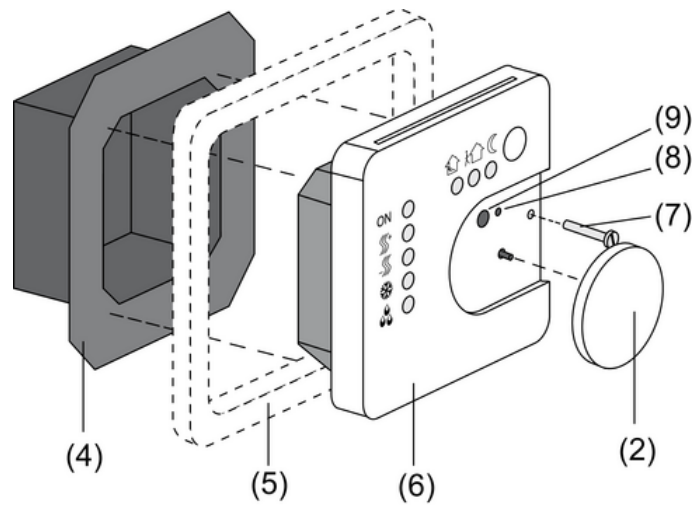
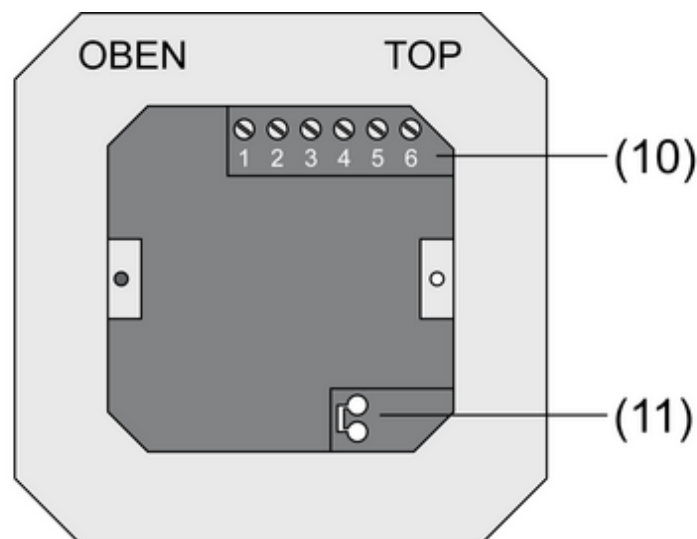
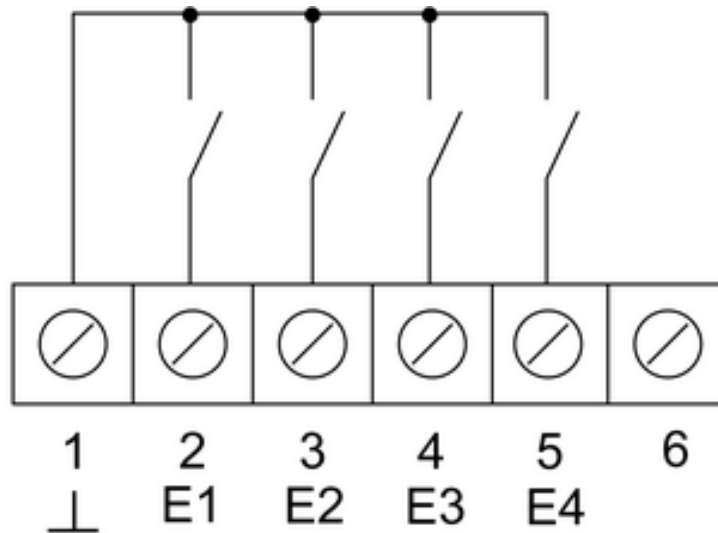
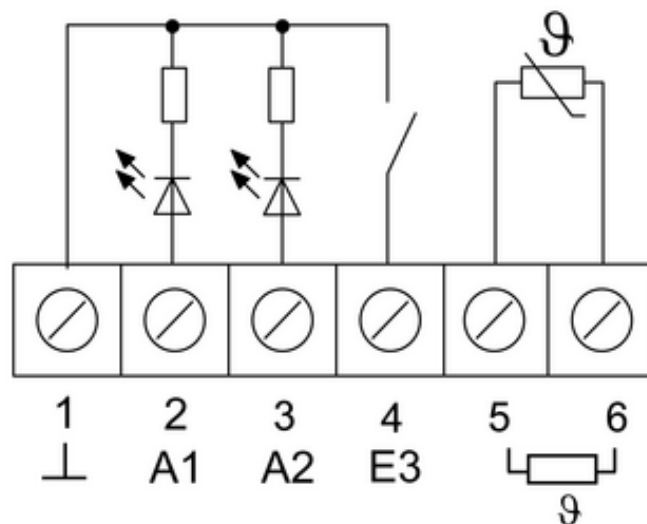

Bild 2
Bild 3
Bild 4
Bild 5
- (4) Klemmen-Einsatz
- (5) Design-Rahmen
- (6) Elektronik-Aufsatz
- (7) Sicherungsschraube
- (8) Programmier-LED
- (9) Programmier-Taste
- Klemmen-Einsatz (4) und Elektronik-Aufsatz (6) voneinander trennen (Bild 2).
- Busleitung an die Anschlussklemme (11) im Klemmen-Einsatz einstecken (Bild 3).
- Binäreingänge **E1...E4**: Fensterkontakte, Schließer- oder Öffner-Taster an die Klemmen 1 und 2...5 (Bild 4) der Klemmleiste (10) (Bild 3) anschließen.
- Binärausgänge **A1...A2**: LED oder elektronische Relais an die Klemmen 1 und 2, 3 (Bild 5) der Klemmleiste (10) (Bild 3) anschließen.
- Externen Temperaturfühler an die Klemmen **5** und **6** (Bild 5) der Klemmleiste (10) (Bild 3) anschließen.
- Klemmen-Einsatz (4) (Bild 2) in Unterputz-Gerätedose einsetzen. Auf Beschriftung **OBEN / TOP** achten. Der Busanschluss (11) muss rechts liegen (Bild 3).
- Design-Rahmen (5) auf Klemmen-Einsatz (4) aufsetzen (Bild 2).
- Elektronik-Aufsatz (6) lagerichtig in Klemmen-Einsatz (4) einsetzen (Bild 2).
- Stellrad (2) abziehen (Bild 2).
- Elektronik-Aufsatz mit Sicherungsschraube (7) befestigen (Bild 2).
- Stellrad (2) wieder aufstecken (Bild 2).
- Programmier-Taste (9) drücken (Bild 2).
Programmier-LED (8) leuchtet (Bild 2).
Programmier-LED (8) erlischt (Bild 2).